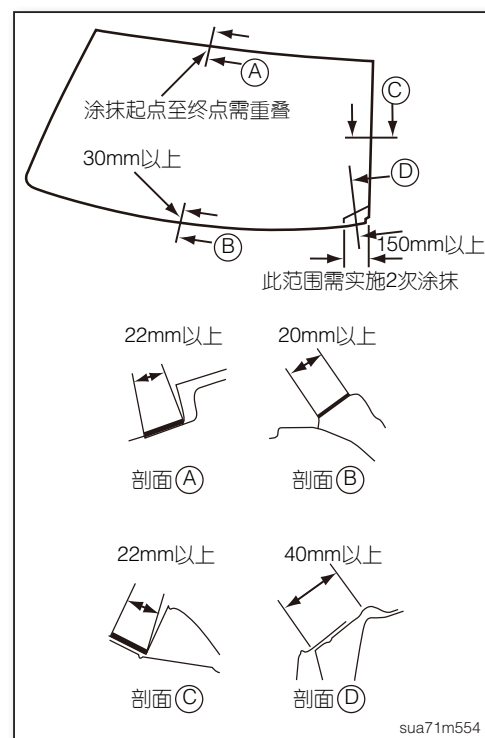

图5
2. 在车体钣金侧的挡风玻璃安装位置，涂上接口剂(如图5)。